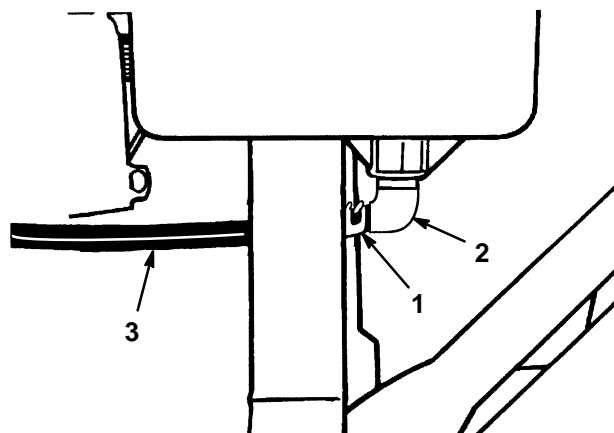

**Figure 4**
2. Enganche las presillas de plástico de la parte delantera del tanque de gasolina en las ranuras de la parte trasera del motor (Fig. 4).
3. Fije el tanque de gas a su base mediante (2) tornillos autorroscantes (Fig. 4). No apriete en exceso los tornillos.